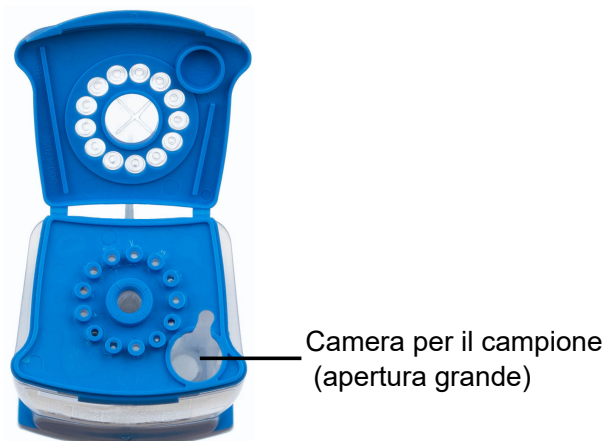

Figura 2. Cartuccia (vista dall'alto)
3. Per trasferire il campione del paziente nella cartuccia, spremere di nuovo completamente il bulbo della pipetta di trasferimento per svuotare il contenuto della pipetta nell'ampia apertura (camera del campione) della cartuccia mostrata in Figura 2.
6. Per trasferire il campione di analisi del paziente all'interno della cartuccia, spremere completamente ancora una volta il bulbo della pipetta di trasferimento per svuotare il contenuto della pipetta nell'apertura grande (camera per il campione) mostrata nella Figura 2.